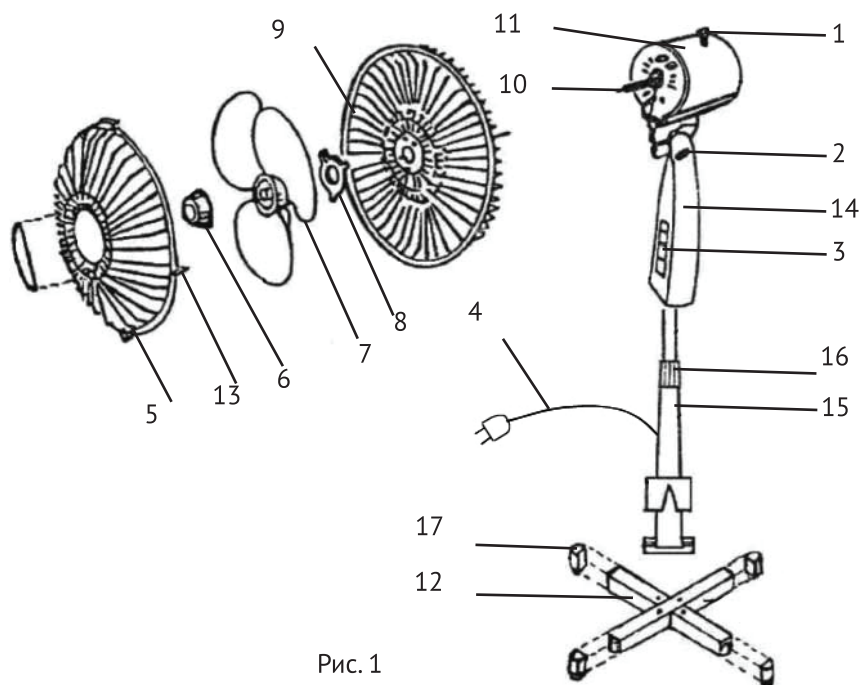

Рис. 1
Общий вид вентилятора представлен на рис. 1
6.1 Установите заднюю защитную решётку (рис.1 поз.9) на блок электродвигателя (рис.1 поз.11). Затяните гайку (рис. 1 поз.8).
6.2 Установите лопасти (рис.1 поз.7) на вал (рис.1 поз.10). Закрепите лопасти с помощью соответствующей гайки (рис.1 поз.6), затянув её против часовой стрелки.
6.3 Установите переднюю защитную решётку (рис.1 поз.5). Закрепите её с помощью кольца - зажима (рис.1 поз.13).
6.4 Установите собранный блок на корпус вентилятора (рис.1 поз.14) и прочно закрепите с помощью винта (рис.1 поз.2). Винтом (рис.1 поз.2) так же можно регулировать вертикальное положение блока.
6.5 Наденьте заглушки (рис.1 поз.17) на основание вентилятора (рис.1 поз.12).
6.6 Соедините телескопическую трубу (рис.1 поз.15) с крестоиной основания и зафиксируйте винтами.
6.7 Установите корпус вентилятора (рис.1 поз.14) на телескопическую трубу (рис.1 поз.15). Высота регулируется винтом (рис.1 поз.16)
7.2 Для включения режима поворота вентилятора в горизонтальной плоскости нажмите (утопите) кнопку включения режима поворота вентилятора (рис.1 поз.1). Для отключения режима поворота вентилятора в горизонтальной плоскости вытяните кнопку выключения режима поворота вентилятора (рис.1 поз.1).
7.4 Направление потока воздуха можно изменить, опуская или приподнимая блок электродвигателя с помощью винта (рис. 1 поз.2).
7.5 Выберите режим работы вентилятора, нажав одну из кнопок (рис. 1 поз.3) на корпусе вентилятора (рис. 1 поз.14):